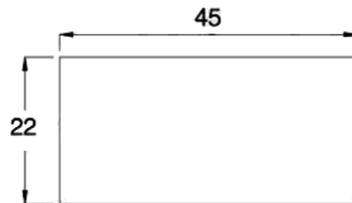

Рис. 5
- 1.1. В месте установки вырежьте прямоугольное отверстие размером 45×22 мм (см. рис. 5).